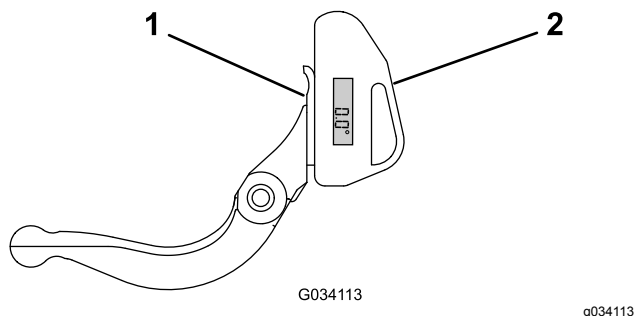

Figure 34
1. Placez l'indicateur d'angle sur la face inférieure de la contre-lame, comme montré à la Figure 34.